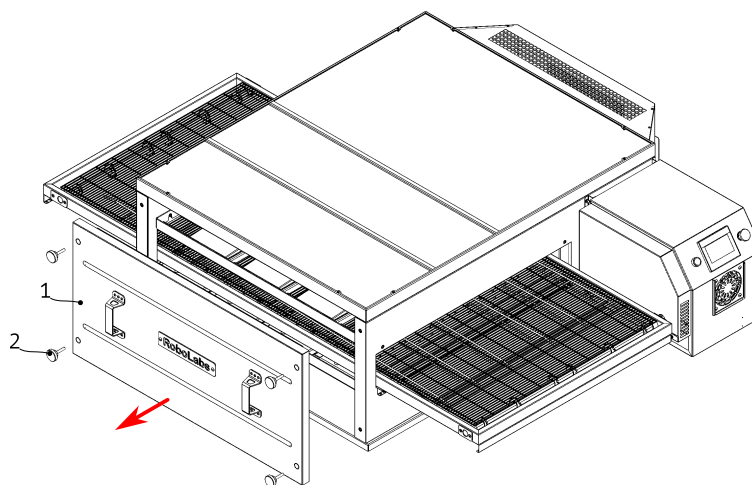

Рисунок 9
3. Открутите четыре винта фиксации (2) и снимите панель переднюю (1), см. Рис. 9. ВНИМАНИЕ! Во избежание получения травм и повреждения изделия данную операцию следует выполнять вдвоём.